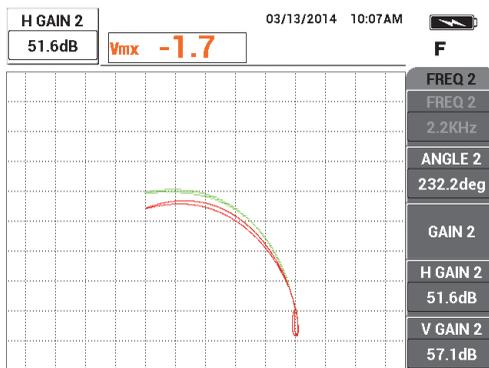

Рис. 5-125 Настройка горизонтальной амплитуды сигнала частоты 2
15. Снова дважды нажмите клавишу **GAIN (dB)**, уменьшите горизонтальную амплитуду сигнала частоты 2 (красн.) так, чтобы она находилась на 5 делений слева от нулевой точки (см. Рис. 5-125 на стр. 229).